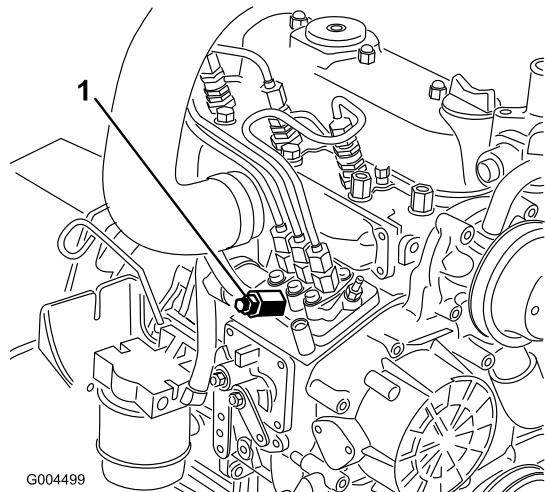

Figura 63
3. Coloque un trapo debajo del tornillo de purga de aire de la bomba de inyección de combustible, y abra el tornillo (Figura 63).